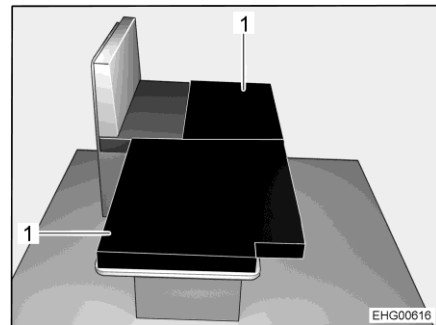

Bild 50 Nach dem Umbau
- Die beiden Zusatzpolster (Bild 50,1) wie abgebildet auf den abgesenkten Tisch legen.